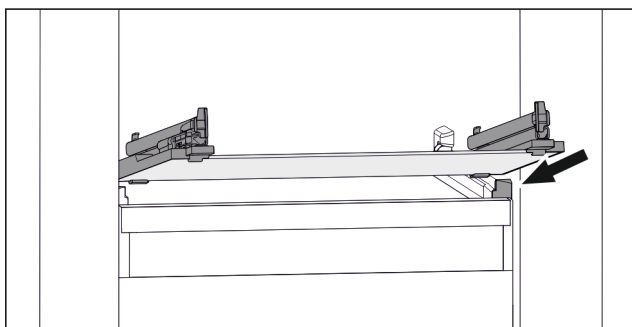

Fig. 117 Reprezentare exemplificativă a plăcii de sticlă
- Așezați placa de sticlă oblic în spatele opritoarelor. (vezi Fig. 117)